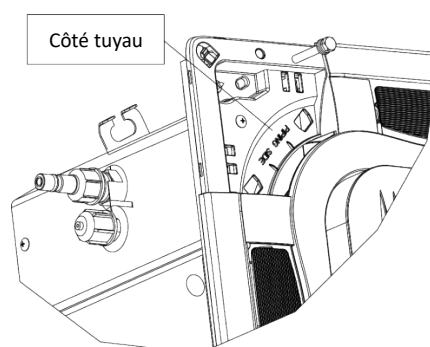

Fig.4.4.4
- Détachez le capuchon d'angle du panneau, il y a l'indication « piping side » (côté tuyau) sur l'un des 4 coins, ajustez la direction du panneau de manière à garder l'indication et les raccords sur le même coin, comme illustré à la Fig. 4.4.4